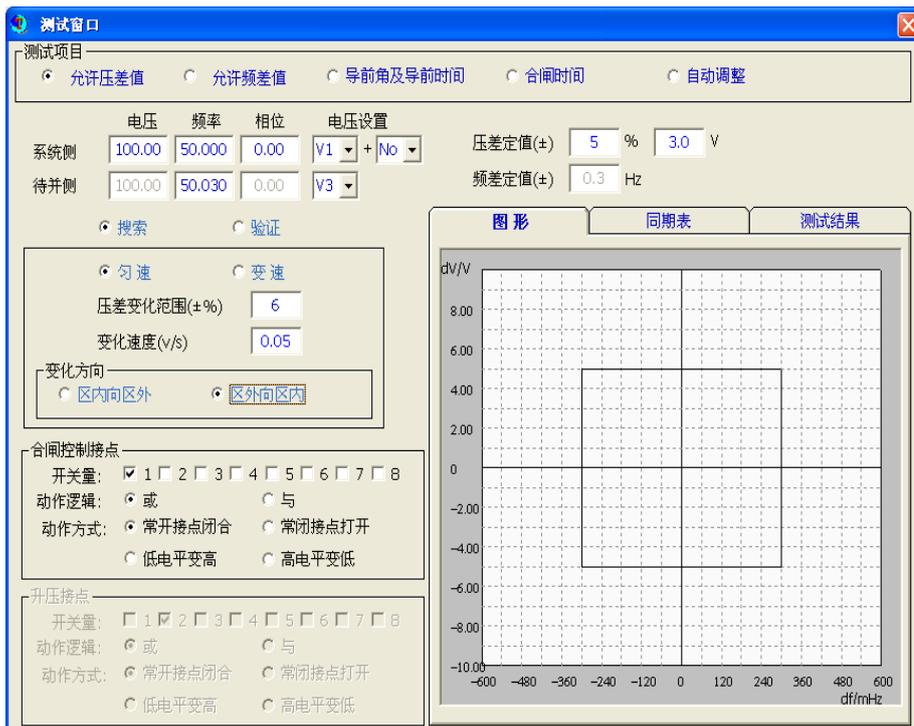

图 3.7-11
- 如果选择“区外向区内”变化，则只需接入“合闸接点”，如图 3.7-11